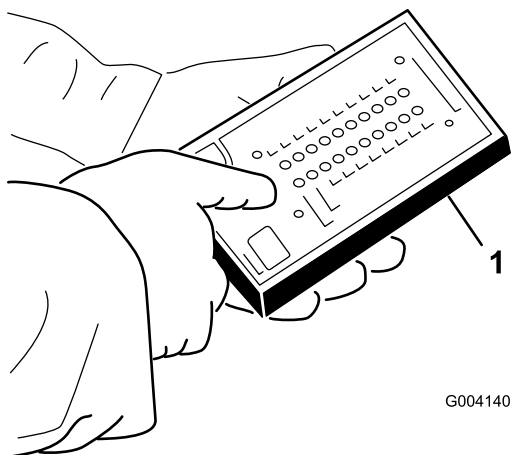

Figura 44
5. Ligue o conector do visor ACE de diagnóstico ao conector de fios (Figura 44).